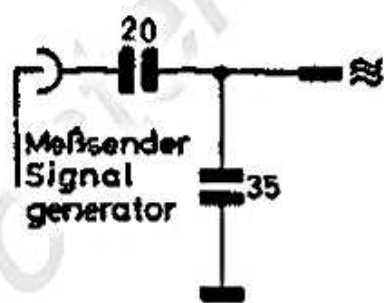

Fig. 8
6. Beim AM-Abgleich künstliche Antenne, Fig. 8 verwenden. **Achtung!** Beim Abgleich des MW- und LW-Vorkreises auf dem Wellenschalter muß die Taste „AUTO“ gedrückt sein.
6. For AM alignment use dummy antenna, see fig. 8. **Attention!** When aligning the MW and LW pre. circuit on the waveband switch the button "AUTO" must be pressed.